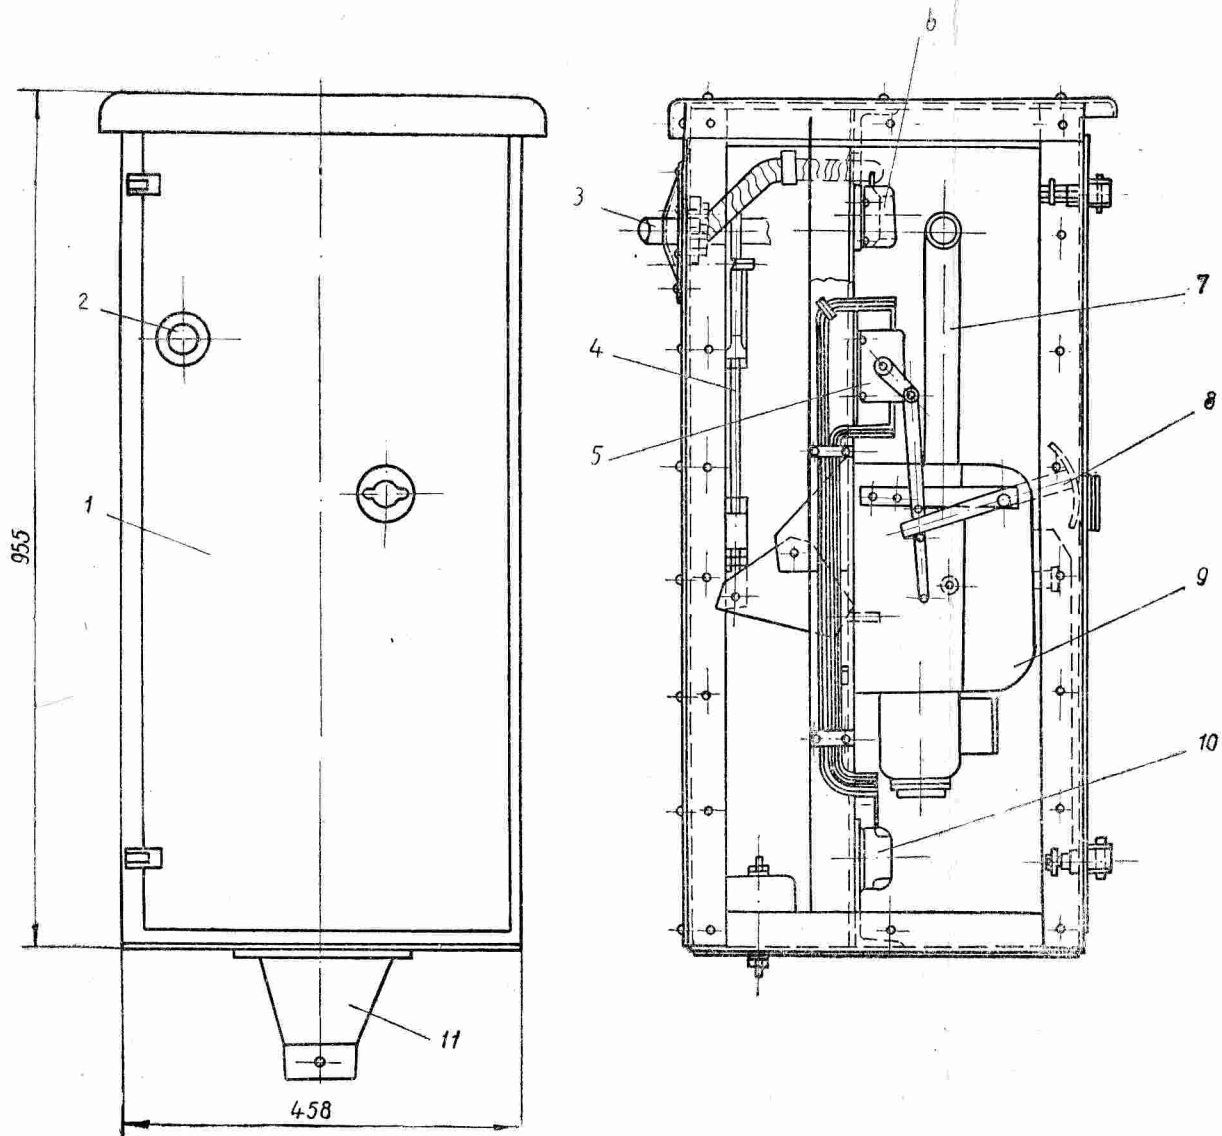

Рис. 16. Ручной автоматический привод ШНР-35:
15. Привод ШНР-35 представляет собой ручной автоматический привод типа ПРБА, встроенный в специальный шкаф, предохраняющий от попадания влаги (рис. 16). В задней стенке шкафа имеются отверстия для ввода проводки от трансформаторов тока и для главного вала привода, укрепленного в подшипниках. Для осмотра и регулировки привода с передней стороны шкафа имеется дверь, закрываемая специальным ключом.